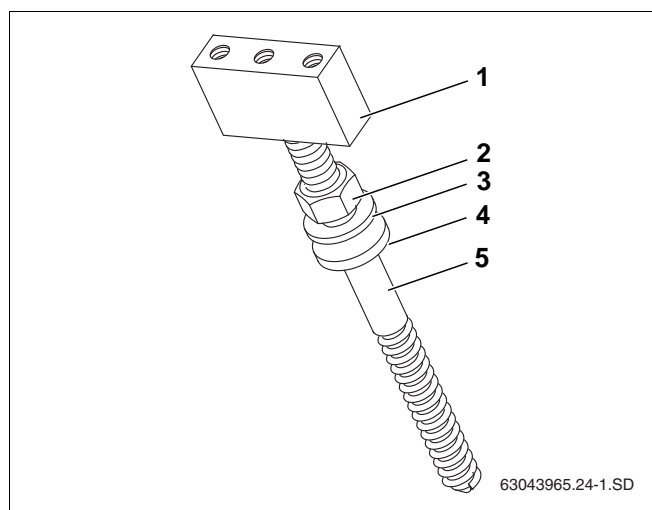

Fig. 23 Rækkefølge ved montering af stokskrueer
- ▶ Overhold rækkefølgen for de enkelte dele ved montering af stokskrueerne (fig. 23).
- ▶ Drej holderen (fig. 23, **pos. 1**) indtil anslag på stokskruen (fig. 23, **pos. 5**).